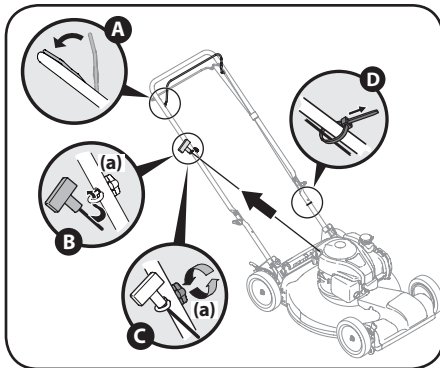

Figure 2-6
- Le guide de la corde du démarreur est installé sur la droite du guidon supérieur. Desserrez le boulon à oreilles qui maintient le guide de la corde en place. Voir la Figure 2-6.